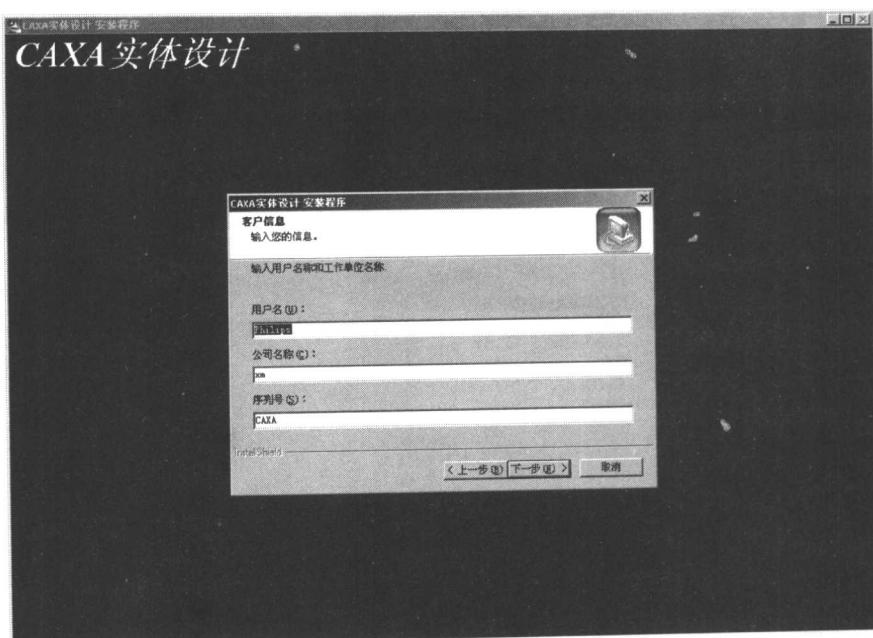

图 1-3 CAXA 实体设计软件安装向导 3
此时出现一个安装许可协议书，单击“上一步 (B)”按钮返回上一个界面；单击“否 (N)”按钮出现一个新提示，询问是否真的要退出安装方面内容的信息；单击“是 (Y)”按钮继续安装，如图 1-3 所示。